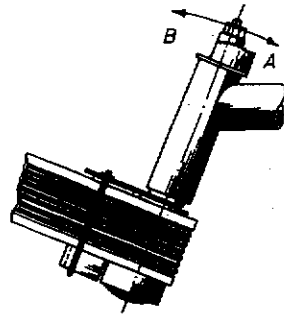

Abb. 9
- Läuft der Gurt oben an (Abb. 9), so verstellen Sie in Richtung „A“.